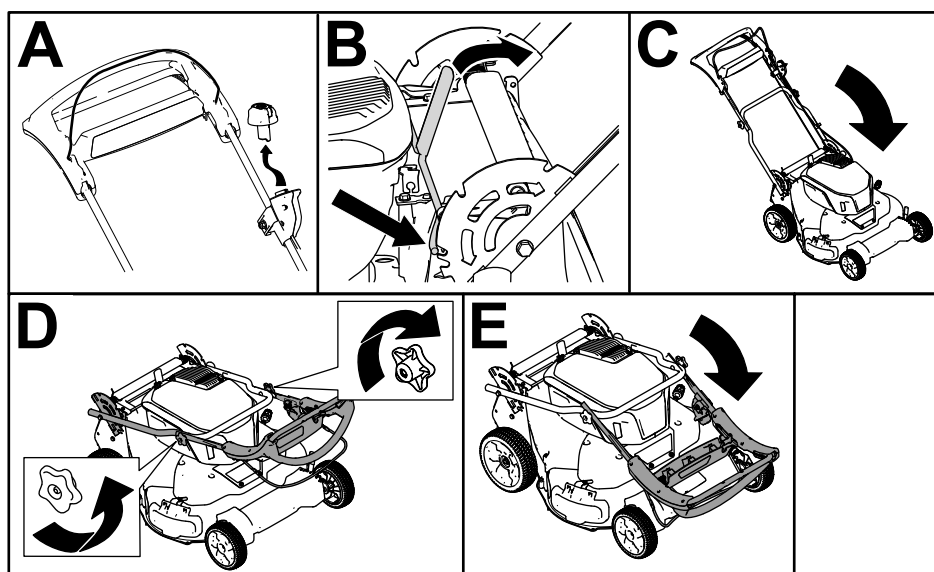

Figura 22
1. Rimuovete il pulsante di avviamento elettrico (A della Figura 22).
2. Spingete indietro la leva del blocco della stegola per disinserire i relativi perni (B della Figura 22).
3. Abbassate la stegola verso la parte frontale della macchina (C della Figura 22).
4. Allentate le manopole della stegola che fissano la stegola superiore (D della Figura 22).
5. Abbassate la stegola superiore (E della Figura 22).